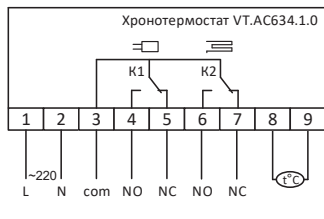

Рис. 5
8.2.5. Электрические подключения осуществляются с тыльной стороны устройства к клеммной колодке в соответствии с электрической схемой, приведённой ниже. Клеммы 6 и 7 служат для подключения к сервоприводам системы встроенного обогрева (значок теплого пола на корпусе). Клеммы 4 и 5 предназначены для подключения к сервоприводам радиаторного отопления (значок радиатора на корпусе) **рис. 5**.